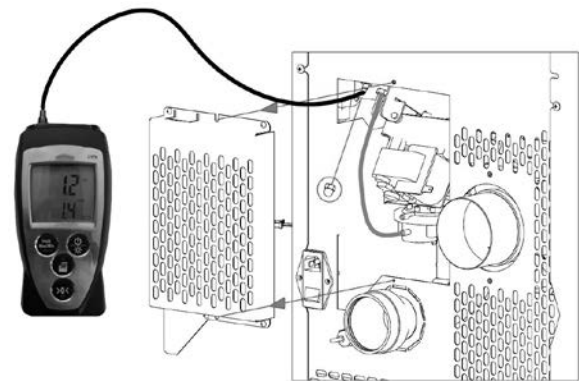

Fig. 76 - Anschluss des Digitaldruckwächters
- Über einen kleinen Schlauch einen Digitaldruckwächter zum Messen des Unterdrucks anschließen (siehe **Fig. 76**).